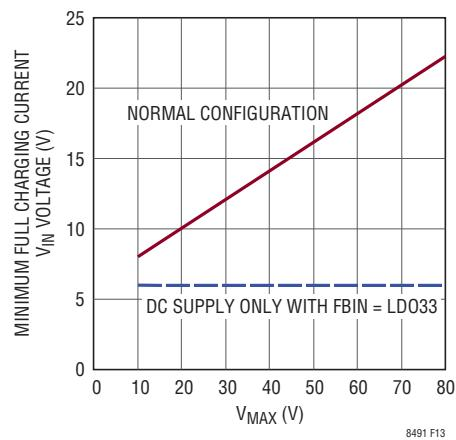

図13. 最小満充電電流V_{IN}電圧
3. 低入力電圧効果: 図13に、最小入力電圧を示します。この電圧を下回ると最大充電電流が減少する場合があります。この制限値は、入力V_{MAX}に応じて変化します(上述のハードウェア設定:入力電圧検出および変調
のセクションを参照)。FBINがそのレギュレーション電圧(1.205V(代表値))に近付くにつれて、最大充電電流は減少する場合があります。(1)低電圧DC電源でチャージャに電力を供給している場合と、(2)低電圧パネルを、はるかに高い電圧のパネル向けに構成したチャージャと組み合わせて使っている場合を除き、これは通常大きな問題ではありません。そのVINが図13の「通常設定」の線から下に離れるほど、最大充電電流の減少量が増す可能性があります。
太陽電池パネルで電力を供給する場合、V_{MAX}に近い最大開回路電圧(V_{OCTMAX})を持つパネルを選択します(ハードウェア設定:入力電圧検出および変調のセクションを参照)。最大電力点電圧は、通常は図13の電圧閾値よりもはるかに高いため、電流制限が問題になることはほとんどありません。V_{MAX}より大幅に低い電圧で動作する太陽電池パネルは、特に最大電力点電圧が図13の「通常設定」の線を下回ることが多い場合、使わないようにします。
最小入力電圧の要件: 電源モードの場合、LT8491は最小6Vの入力で動作します。しかし、入力電圧検出ネットワーク抵抗の決定の際に使ったV_{MAX}電圧によっては、低い入力電圧で充電電流能力が制限される場合があります(ハードウェア設定:入力電圧検出および変調のセクションを参照)。図13に、必要な最小入力電源電圧を示します。それより低い電圧では、充電電流が最大出力電流制限を下回る可能性があります。DC電源のみでLT8491に電力を供給する場合、(1)FBIRからFBINを遮断し、(2)FBINピンをLDO33に直接接続することで、図13に示す最小入力電圧を6Vまで下げることができます。